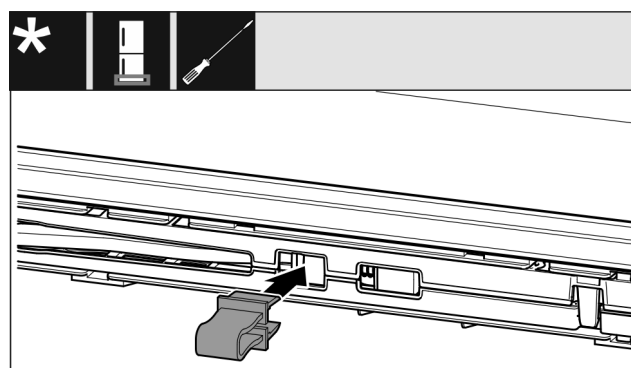

Fig. 16
- Enclencher la fixation dans l'ouverture. (voir Fig. 16)